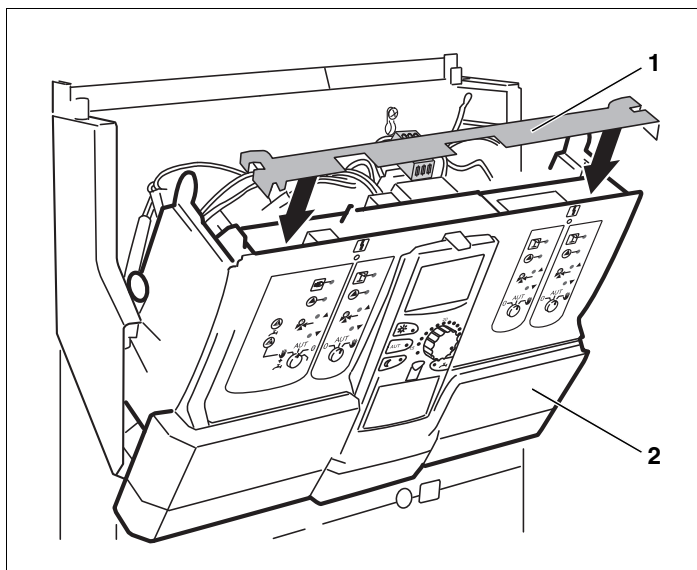

Fig. 9 Colocar a barra transversal
- Inserir a barra transversal (→ Fig. 9, [1]) nos entalhes e deixar encaixar.
- Fechar a parte dianteira do aparelho (→ Fig. 9, [2]) e deixar encaixar.